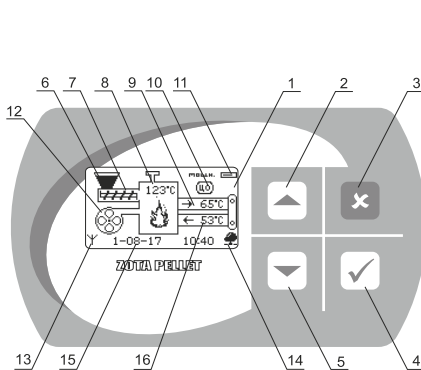

**Рис.3 Котел пеллетный с левым расположением горелки**
5.7. Пеллетная горелка с приводом (рис.4) устанавливается на правой или левой стенках корпуса котла в специальное окно. На противоположной стенке устанавливается заглушка с фланцевым подшипником, которая закрывается кожухом. Вариант установки горелки на левой стенке котла показан на рис.3. Пеллетная горелка служит для автоматической подачи и горения пеллет в топке котла. Пеллеты из бункера шнековым приводом (поз.2), приводимым в действие от электродвигателя (поз.3), подаются в чашу горелки (поз.4) и при вращении воршителя (поз.7) равномерно распределяются по тарелке (поз.8). Подача пеллет осуществляется двумя шнеками с разрывом между ними что обеспечивает пожаробезопасность и не позволяет проникать огню, в бункер. Для сгорания пеллет, в зону горения через отверстия в тарелке,